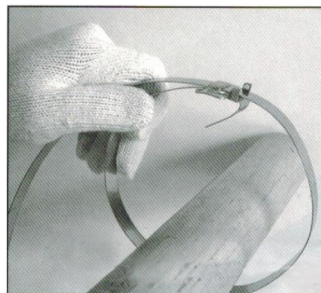

Рис. 1
скрепу и выдвинуть на длину 5-6 см. Загнуть конец ленты вовнутрь и зафиксировать. См. рис. 1.
5. Пропустить бандажную ленту через прорезь в крюке, обернуть вокруг опоры и завести в скрепу. Отогнуть свободный конец бандажной ленты от опоры не менее чем на 90°. См. рис. 1.